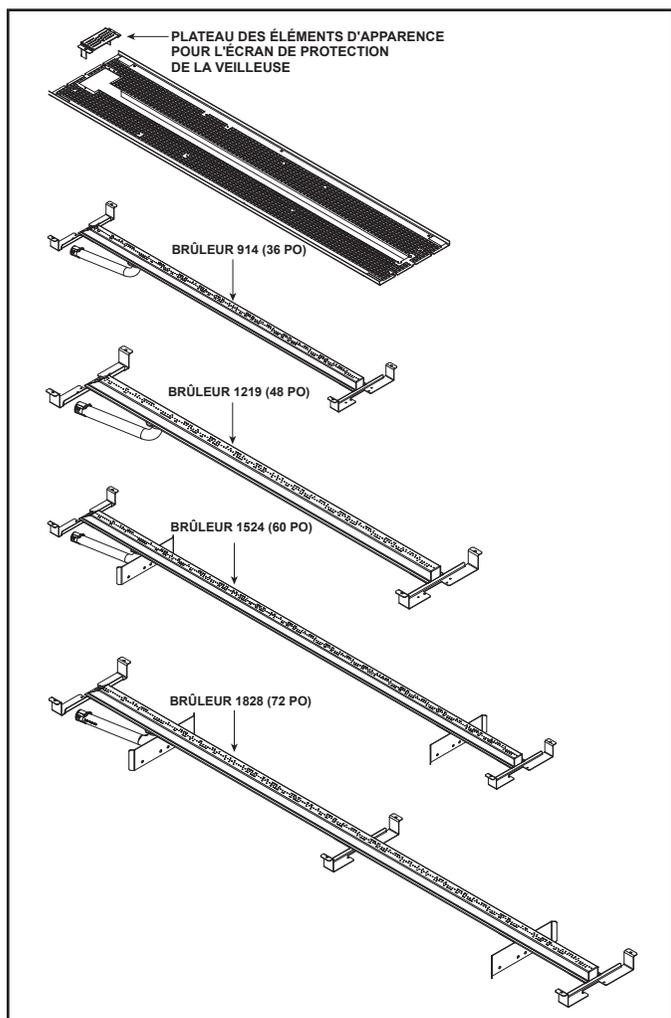

Figure 9.3 Plateau des éléments d'apparence avec brûleur et écran de protection de la veilleuse
7. Retirez le plateau de l'élément d'apparence. Il est fixé à l'intérieur de la base de la boîte à feu avec huit vis. Voir la figure 9.3.
9. Retirez les quatre vis fixant le brûleur aux côtés de la boîte à feu et dégagez le brûleur de l'orifice. Retirez le brûleur. Voir la figure 9.3.